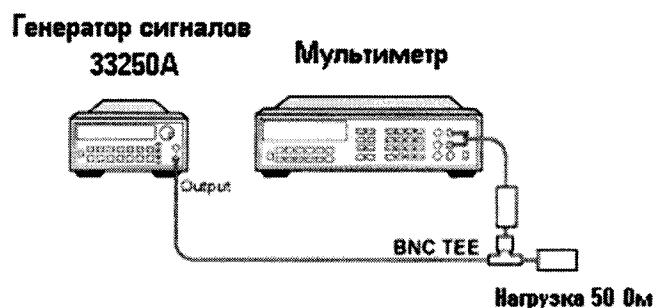

Рисунок 6
7.3.5.4 Для определения неравномерности АЧХ в частотном диапазоне от 3 до  $3 \times 10^5$  Гц используют генератор сигналов произвольной формы 33250А и мультиметр 3458А (рисунок 6). На генераторе установить уровень выходного сигнала –10 дБм. Произвести измерения погрешности уровня выходного сигнала генератора на частотах 3, 50, 100, 500,  $1 \times 10^3$ ,  $5 \times 10^3$ ,  $1 \times 10^4$ ,  $5 \times 10^4$ ,  $1 \times 10^5$ ,  $3 \times 10^5$  Гц с помощью мультиметра. Зафиксировать погрешность измерения.